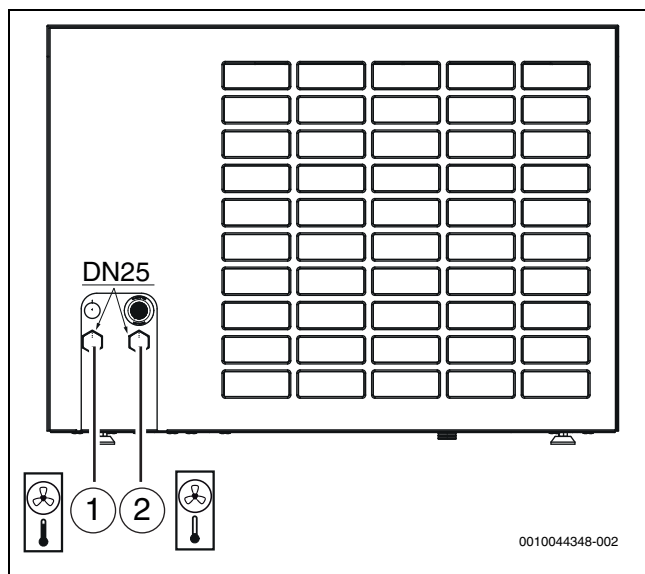

Bild 29 Anschlüsse der Wärmeträgerrohre; Beschreibung gilt für alle Größen
- ▶ Vorlaufleitung zur Inneneinheit an den Wärmeträgerausgang anschließen (→ [1], Abbildung 29).
- ▶ Rücklaufleitung von der Inneneinheit an den Wärmeträgereingang anschließen (→ [2], Abbildung 29).